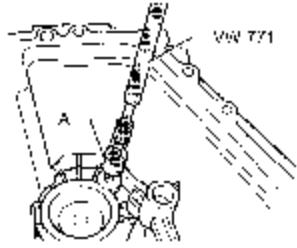

图 9-88 拉出小圆锥滚柱轴承外圈固定衬套
(1) 拉出小圆锥滚柱轴承的外圈固定衬套时使用内拉出器 A (12~16mm)，如图 9-88 所示。